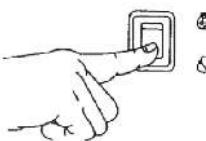

Рис. 12
- 2.** Поверните выключатель зажигания в положение «STOP» (Рис. 12).